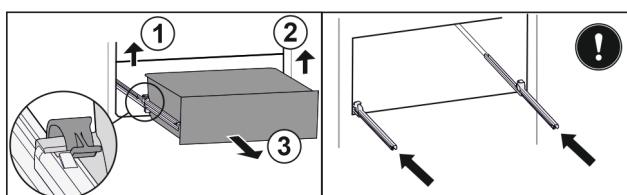

Fig. 80
- Повдигнете лявата скоба и едновременно с това изтеглете напред чекмеджето отляво. Fig. 80 (1)
- Повдигнете дясната скоба и едновременно с това изтеглете напред чекмеджето отдясно. Fig. 80 (2)
- Извадете чекмеджето напред. Fig. 80 (3)